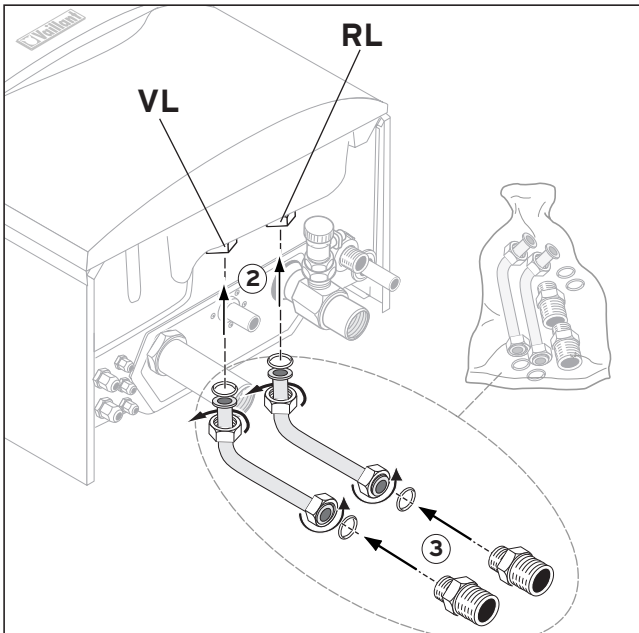

Fig. 3 : Installer les tuyaux de raccord au ballon et les réducteurs
- Installer les deux tuyaux de raccord au ballon (départ et retour) sans oublier les joints correspondants (Fig. 3).
- Installer un réducteur muni d'un joint (R 3/4 - R1) aux trajets de départ et de retour au ballon (Fig. 3).
Le packet de la Fig. 3 fait partie du matériel supplémentaire accompagnant l'appareil.
- Fixer les deux tuyaux ondulés au moyen de l'écrou raccord Rp 1" aux trajets de départ et de retour de l'appareil (v. Fig. 3, page 4).